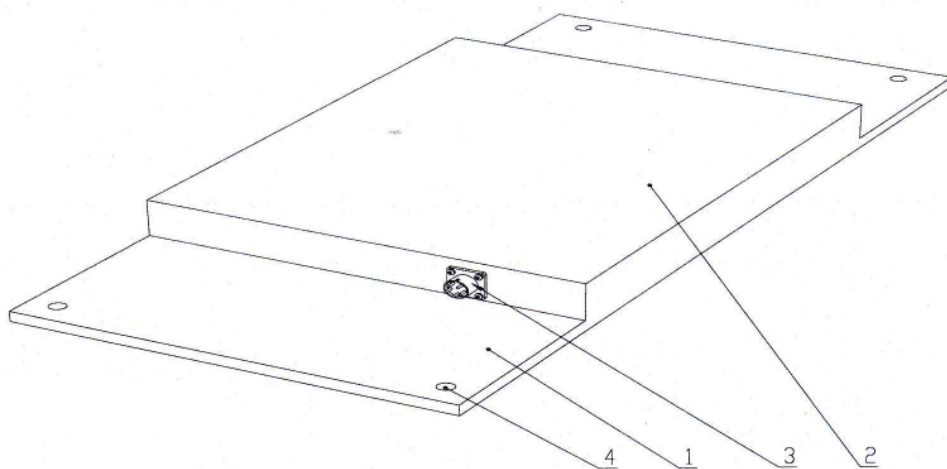

Рисунок 1. Индуктивный датчик металлодетектора (ИД).
1. ИД (индуктивный датчик металлодетектора – чувствительный элемент) (рисунок 1);
ИД (Рисунок 1) - состоит из основания (1) на котором размещается рабочая часть (2), на одном из торцов рабочей части расположен разъем (3) для подключения кабеля связи от БЭ. Для закрепления ИД на конвейере предусмотрены монтажные отверстия (4) в основании диаметром 12 мм.